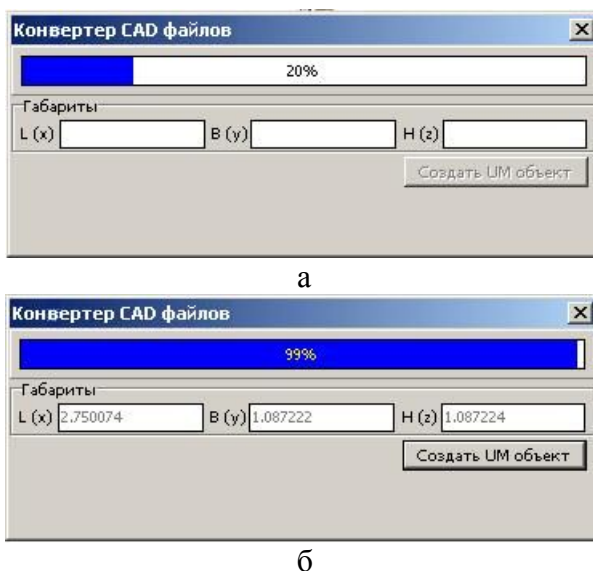

Рис. 5 Выполнение (а) и окончание (б) второго этапа конвертации
- После успешного окончания первого этапа появляется окно преобразования данных из промежуточного формата в формат UM, рис. 5.